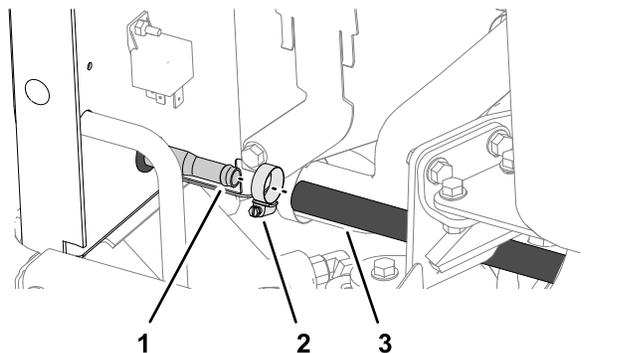

図 12
2. 油圧オイルクーラへの供給ホースをクーラの入り口チューブに固定しているクランプを外してチューブからホースを外す 図 12。